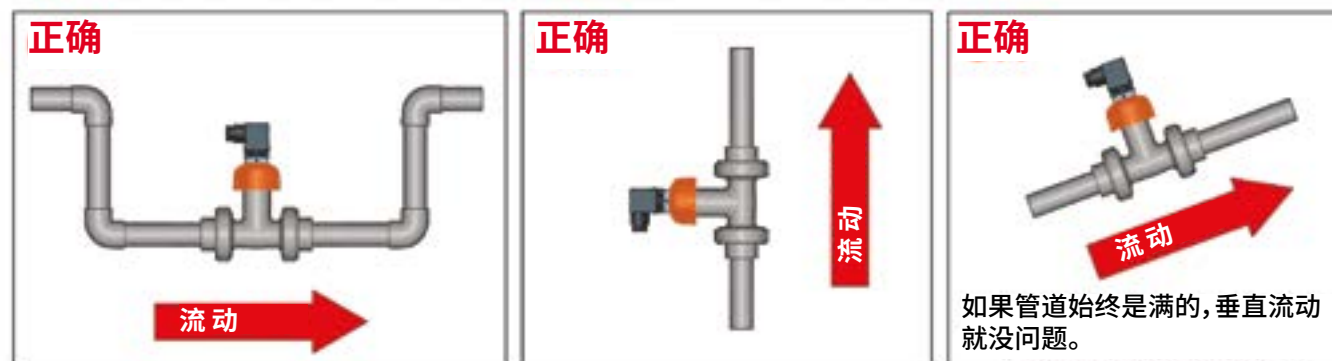

图 2
- 图 2 所示的三种配置可确保导管始终是满的: 为了正确测量, 传感器绝不能暴露在气泡中。